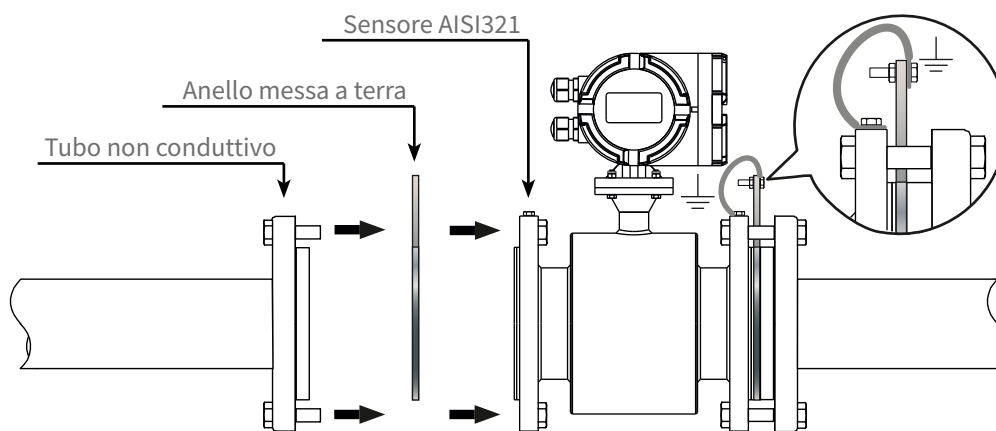

Fig.18B Messa a terra con tubi non conduttivi
- b) I tubi non conduttivi necessitano del tubo sensore con il terzo elettrodo, oppure l'installazione di anelli di messa a terra. Tali anelli vengono inseriti tra la flangia della tubazione e la flangia del sensore, sia a monte che a valle (**Fig.18B**), accertandosi che gli anelli di messa a terra siano a diretto contatto con il fluido e che siano connessi all'attacco di massa esterno del tubo sensore tramite un cavo idoneo.